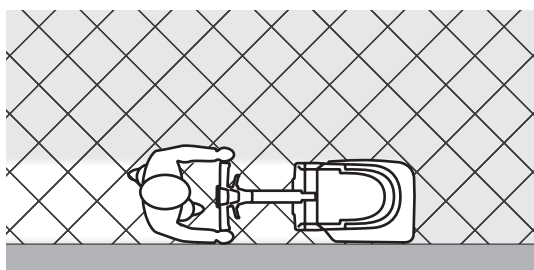

Abbildung 3
6. Das Gerät mithilfe der Hände auf den Griffen (6) lenken und die Bodenwisch-/Trocknungstätigkeiten beginnen.
*Die Griffe (6) sind mit jeweils einem Sensor für den Start der Bürste und die Reinigungslösung ausgestattet, sodass diese nur gestartet werden, wenn zumindest ein Sensor die Hände des Bedieners erkennt.*
8. Um durchschnittlich bis recht große Schmutzteilchen aufzufangen, den Hebel (7) drücken und die vordere Sauglippe anheben. Um die vordere Sauglippe permanent angehoben zu halten, den Hebel (7) drücken und mit der Taste (9A) blockieren.
9. Um die Schubbügelneigung zu verwenden und die freie Neigungseinstellung beizubehalten, den Hebel (8) drücken und mit der Taste (9B) blockieren.
*Um die Funktion der Tasten (9A, 9B) aufzuheben und wieder die vordere Sauglippe abzusenken oder den Schubbügel in eine feststehende Position zu bringen, den Hebel der Sauglippe (7) oder den Hebel für die Schubbügelneigung (8) kurz drücken.*
10. Im Falle besonders hartnäckiger Verschmutzung kann der Bürstenanpressdruck auf den Boden erhöht werden, indem der Drehknopf (19) gegen den Uhrzeigersinn gedreht wird. Zum Verringern des Drucks den Drehknopf (19) im Uhrzeigersinn drehen.
*Damit auch die Bodenränder an den Wänden einwandfrei gereinigt/getrocknet werden, empfiehlt Nilfisk, mit der rechten Geräteseite wie auf Abbildung 3 an die Ränder heranzufahren.*